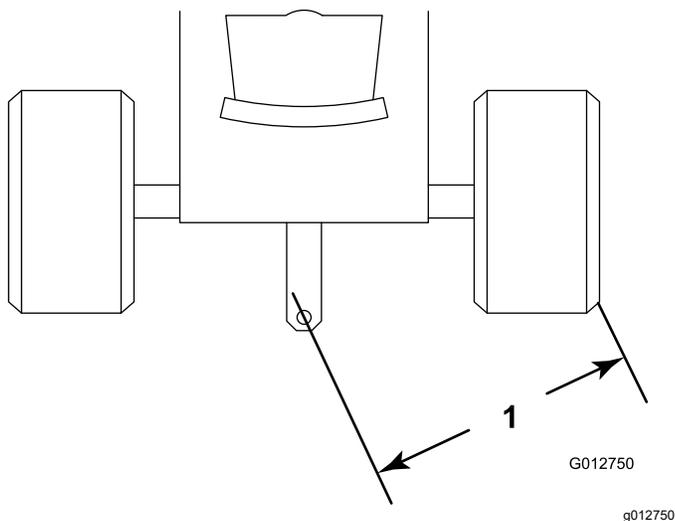

Figure 3
6. Réglez la position de la barre d'attelage (crochet) du véhicule tracteur de sorte que le trou de montage soit à moins de 125 cm (50 po) de l'extérieur de la roue arrière du véhicule tracteur (Figure 3). Cela permet d'éviter toute interférence avec les bras de levage de l'unité de coupe avant. Voir la procédure de réglage de la barre d'attelage du véhicule tracteur dans le *Manuel de l'utilisateur*.